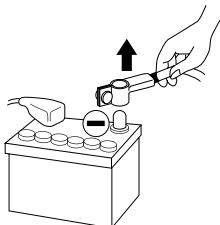

fig. 1
- **Avant d'entamer l'installation, déconnectez la borne négative de la batterie pour éviter tout risque de blessure, d'incendie ou d'endommagement du matériel.** (fig. 1)
- 2 - Débranchez le fil négatif de la batterie avant de commencer l'installation (*fig.1*).